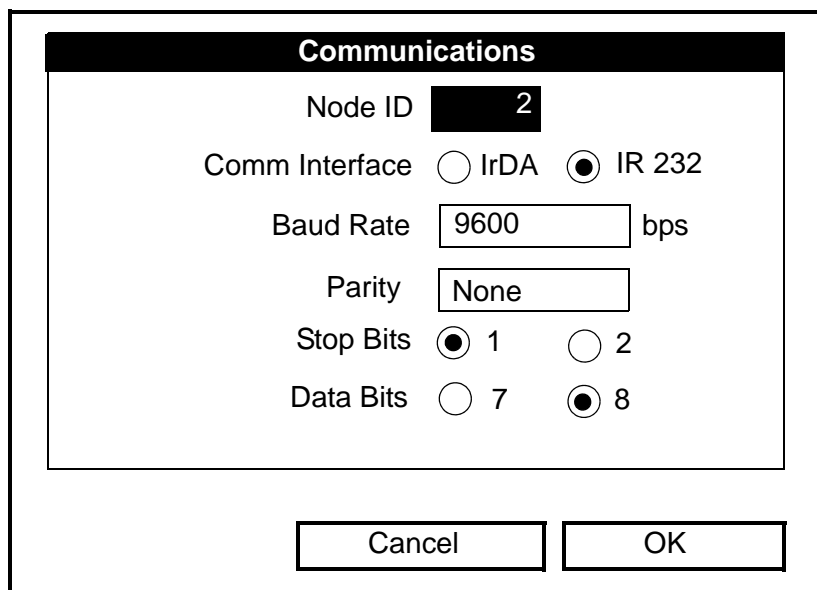

Figura 3-17: Ventana Communications (Comunicaciones)
2. Desplácese hasta la opción *Communication* (Comunicaciones) y pulse [ENTER]. Se abrirá la ventana *Communications* (Comunicaciones) (consulte la figura 3-17).